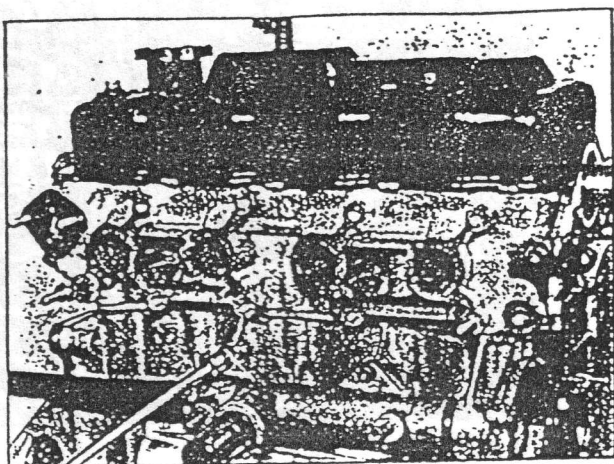

Fig. 3-4-20
- 29) Desmonte el volante, utilizando la herramienta especial (A) de la indicada en la Fig. 3.4.20.